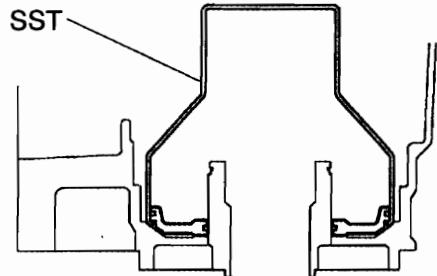

图 12-1-68
(71) 拆下 4 号制动活塞。如图 12-1-68 所示，用 SST 拆下 2 号制动活塞。并从 2 号活塞上拆下两个 O 形圈。